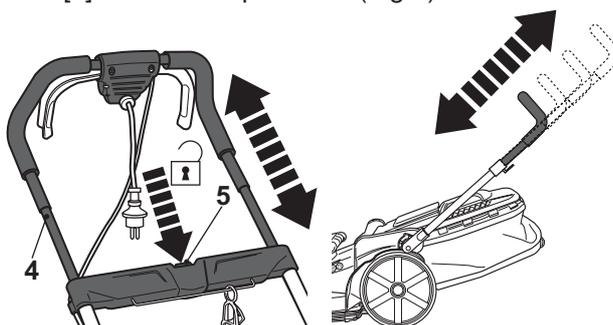

Fig.4
- > Appuyez sur le bouton de déverrouillage [5] et maintenez-le en position pendant le réglage de la hauteur de la poignée supérieure [4] en tirant ou poussant (Fig.4).